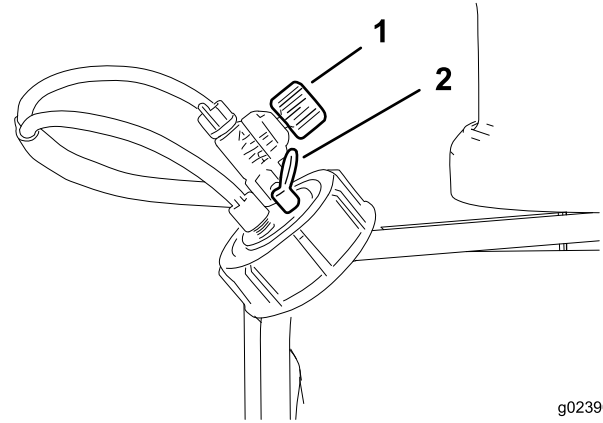

图 32
加流量将使滴出的泡沫更大且更为频密减少流量使滴出的泡沫较小且较为疏落图 32。
- 泄压阀——向外拉水箱盖上的红色拉环释放水箱中的压力图 32。